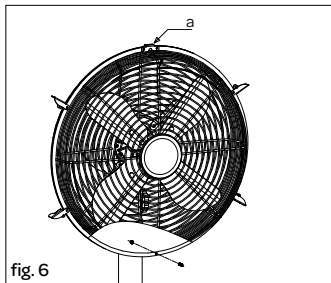

fig. 6
- Alignez la cage de protection avant avec la cage de protection arrière, à l'aide de la pince de positionnement [a] sur le dessus, afin de bien les fixer les deux éléments entre eux - fig. 6.